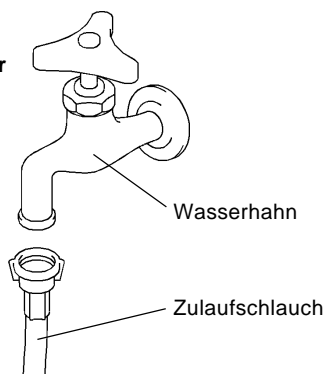

Abb. 14
2) Das andere Ende des Zulaufschlauchs auf den Wasserhahn (Abb. 14) stecken, dabei wie oben darauf achten, daß die Gummidichtung richtig liegt und festziehen. Vorsichtshalber sollte das Absperrventil in Reichweite sein.
2) Das andere Ende des Zulaufschlauchs auf den Wasserhahn (Abb. 14) stecken, dabei wie oben darauf achten, daß die Gummidichtung richtig liegt und festziehen.